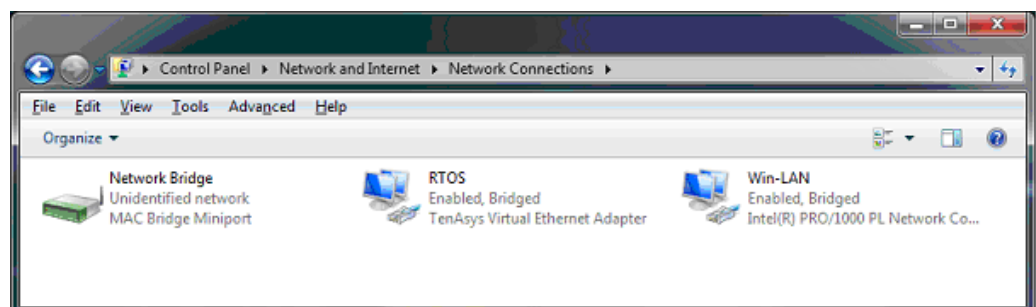

Abbildung 7: Sicht unter Windows.
Eine NIC wird für den EtherCAT-Master benötigt und dem RTOS „INtime“ zugeordnet (X2:ETH). Sie ist für Windows® nicht sichtbar in ▶Abbildung 7 auf Seite 24.
Die zweite NIC wird dem Betriebssystem Windows zugeordnet (X3:ETH) und erscheint als Adapter „**Win-LAN XXX**“, wobei XXX für den Chipsatz steht, vom Typ „**Intel(R) PRO/1000 PL Network Connection**“ oder „**Intel(R) 82574L Gigabit Network Connection**“ in ▶Abbildung 7 auf Seite 24.